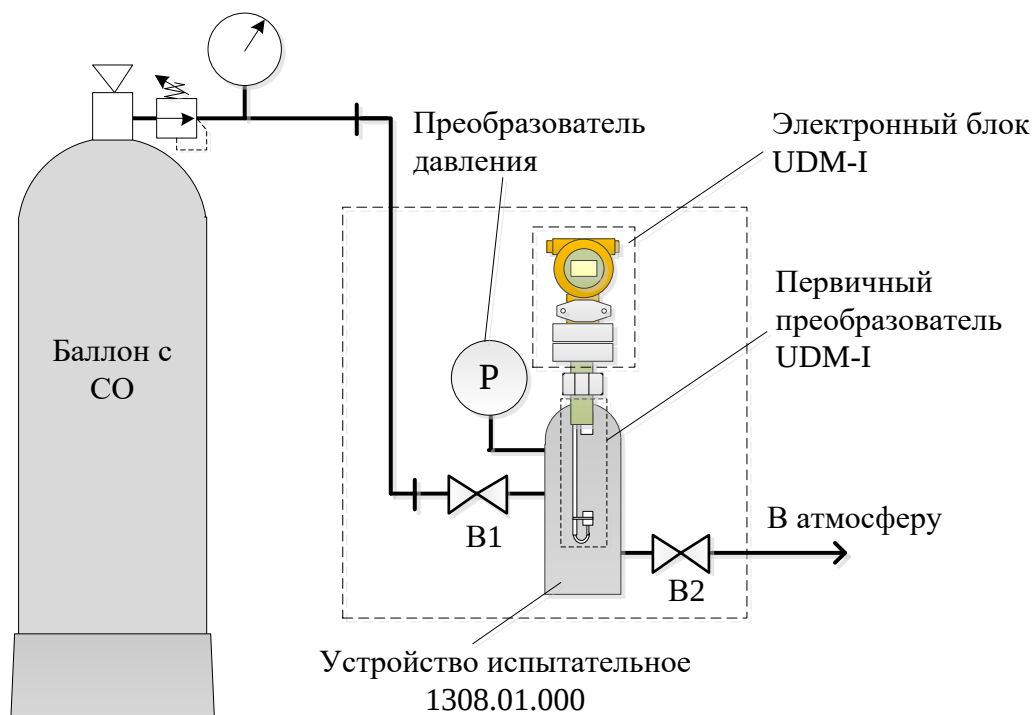

Рисунок 3.2 – Схема подачи СО из баллона в устройство 1308.01.000
3.2.1.5 На блоке управления термостата устанавливают температуру 20 °С и включают термостатирование. Для выравнивания температур теплоносителя и СО в устройстве 1308.01.000 с первичным преобразователем модификации UDM-I или первичном преобразователе модификации UDM-B термостатирование поверяемого плотномера продолжают в течение не менее 2-х часов. После окончания термостатирования выполняют проверку текущего значения давления СО по показаниям преобразователя давления. В случае превышения давления СО выше требуемого значения, излишки СО стравливают в атмосферу через вентиль В2 или В3 (Рисунок 3.2, 3.3). Считывают текущие значения давления СО и температуры теплоносителя в ванне термостата по показаниям калибратора-измерителя температуры КИТ-1 и преобразователя давления и записывают в протокол поверки. Считывают и заносят в протокол поверки показания плотности СО при условиях измерений, а также плотности СО, приведённой к стандартным условиям по данным поверяемого плотномера: